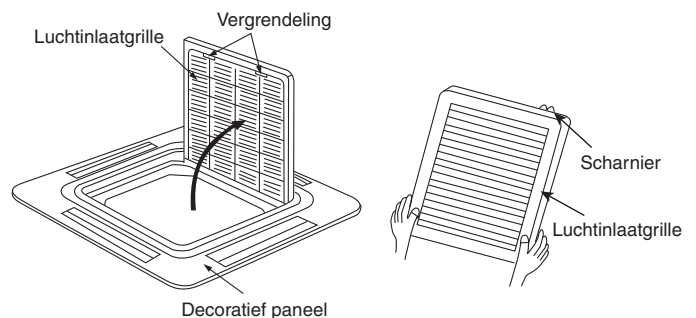

Afb. 7-1
- (1) Verwijder de grille van de luchtinlaat en het luchtfilter van het decoratieve paneel.
- a) Verwijder de 2 schroeven van de vergrendeling van de grille van de luchtinlaat. (Afb. 7-1) (Doe de grille van de luchtinlaat weer terug nadat het decoratieve paneel is geïnstalleerd.)